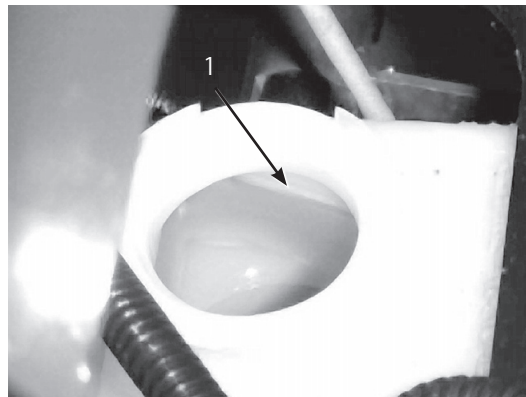

図8
2. タンクの FULL マークまでオイルが入っているのを確認する (図8)。